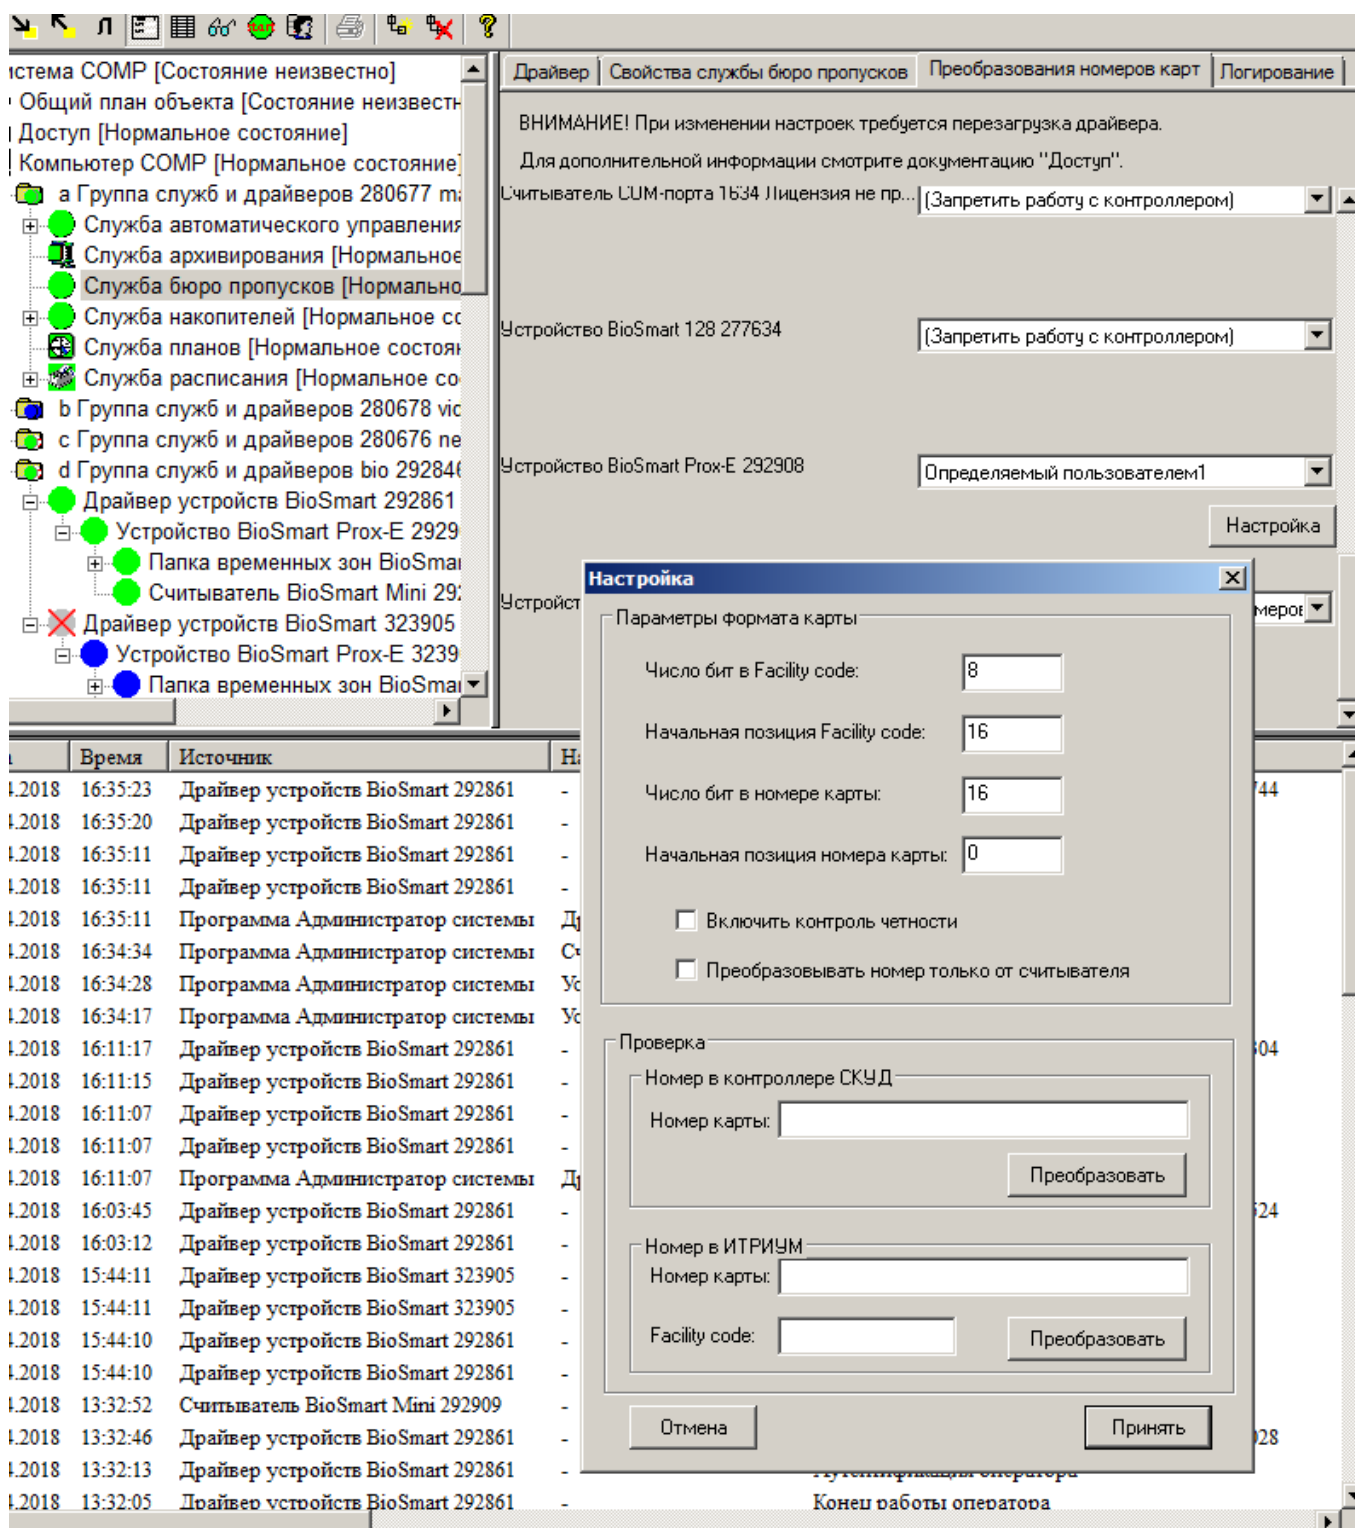

Рисунок 16 — Настройка преобразования номеров
1. В программе «Администратор системы» в дереве конфигурации выберите элемент **Программа оформления пропусков**. В окне частных свойств элемента на вкладке **Параметры ПО «Бюро пропусков»**, в списке **Считыватель ввода номера карты** выберите **Устройство BioSmart**, которое будет использоваться как считыватель (рисунок 16).